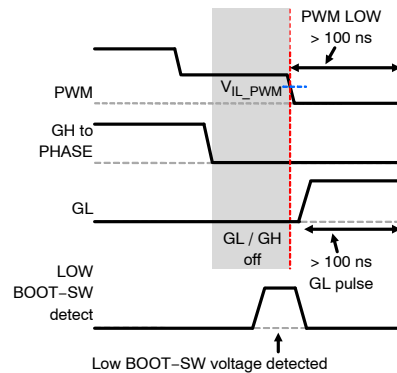
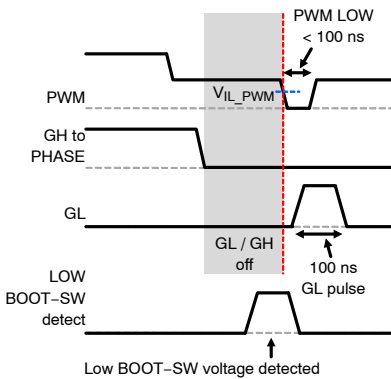

图 33. 检测到较低的BOOT-SW电压并且PWM从三态变为低电平的时间超过100 ns
图 34. 检测到较低的BOOT-SW电压并且PWM从三态变为低电平的时间少于100 ns
- 如果该器件以较低的BOOT-SW电压退出三态状况并且控制器发出PWM = LOW指令的时间为100 ns或更长，SPS执行PWM输入的指令。如果PWM = LOW的时间少于100 ns，GL保持导通100 ns，然后执行PWM输入的指令(参见图33和图34)。